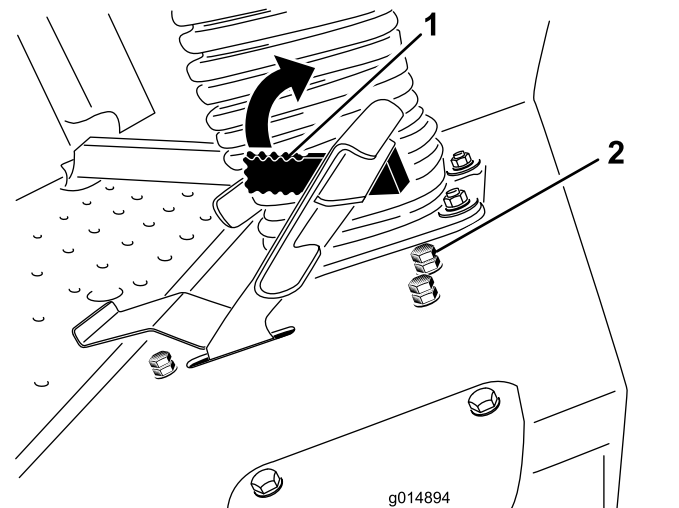

Figure 67
Basculez le limiteur de tonte de vitesse (Figure 67) vers l'avant pour limiter la vitesse de déplacement de la machine.
3. Desserrez l'écrou de blocage sur le boulon d'arrêt du limiteur de vitesse de tonte (Figure 67).